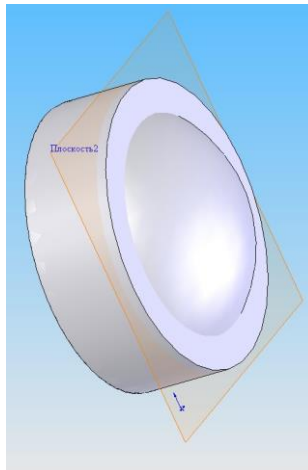

Рисунок 8.9 - Виконання команди
- витягнути цей ескіз; в розділі «**Direction 1**» вказати граничну умову «**Blind**» – 2 мм. У розділі «**Direction 2**» вибрати граничну умову «**Up to Surface**», і в розділі грань площину вказати поверхню, до якої витягується ескіз. ОК. (Рис. 8.9);